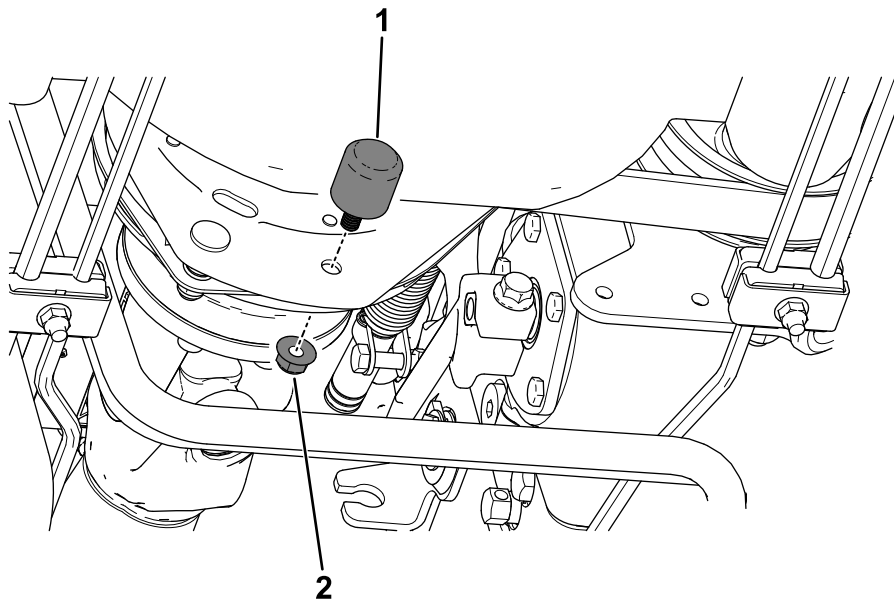

Рисунок 2
1. С помощью гайки закрепите бампер на сцеплении (Рисунок 2).